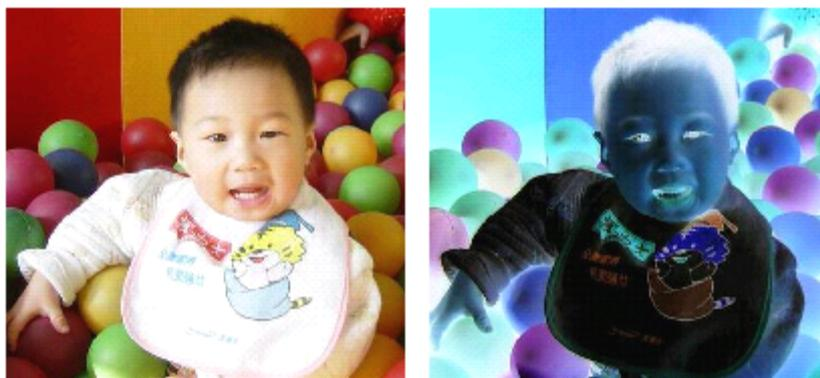

图 4-62 反转颜色，左为原图
**反转：**将当前图像每个点的颜色值取反,如图 4-62 所示。